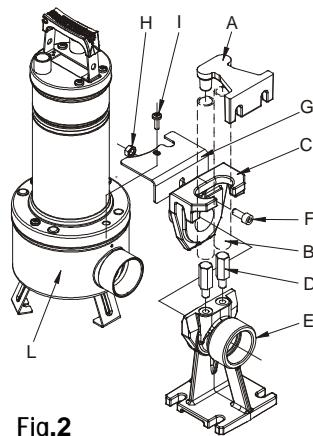

Fig.2
Pour les installations fixes nous conseillons l'utilisation d'un dispositif de levage DSD2 (disponible sur demande - **Fig.2**) pour faciliter les opérations de maintenance sur l'électropompe. Inséré entre la bride de refoulement de l'électropompe et le tuyau, il évite, dans les opérations de maintenance, de devoir démonter le tuyau de refoulement. Le dispositif DSD2 est constitué de 8 composants plus un, non fourni (tuyaux de 3/4"):
Le pied d'assise doit être positionné dans le fond de la cuve et fixé avec des vis tamponnées correctement dimensionnées. La bride de guidage du tuyau doit être positionnée sur la partie haute du puisard et insérée à l'extrémité des deux tuyaux de 3/4" (non fournis), qui servent de descente. Les deux tuyaux relient la bride au pied d'assise. Positionner la bride de base en contact avec le filtre de la pompe, à proximité de l'orifice de refoulement, en fixant avec deux vis prévues pour le blocage du couvercle du filtre. Enlever la vis supérieure de la bride côté refoulement (I). Assembler la patte antirotation (G). Remonter la vis (I). Extraire la coulisse du pied d'accouplement et la raccorder à l'orifice de refoulement de la pompe. En utilisant la vis F et l'écrou H, fixer la coulisse à la pompe comme l'indique la figure. Remettre en place l'ensemble coulisse/pompe sur le pied (Fig.2).